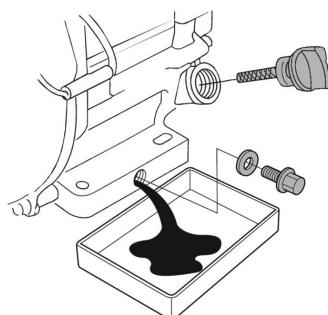

Рис. 10. Замена масла в двигателе
- Очистите от загрязнений крышку-щуп и зону вокруг маслозаливной горловины. Извлеките крышку-щуп из маслозаливной горловины (Рис. 10) и протрите щуп чистой ветошью.
- Открутите пробку для слива масла и спейте отработанное масло в подготовленную для этого емкость (Рис. 10).